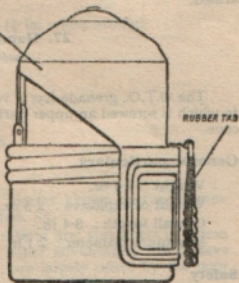

FIG. 17.—O.T.O. MOD. 35
27. Hand grenade O.T.O., Mod. 35. (See Fig. 17)